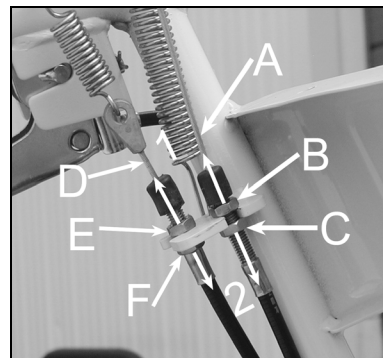

Figure 23
Câble d'avancement (figure 23, repère A).
2. Dévissez le contre écrou du câble de la transmission (figure 23, repère B).
3. Tourner l'écrou de réglage (figure 23, repère C) pour ajuster la tension du câble.
Si la courroie patine sous charge quand le la transmission est embrayée, tournez l'écrou de réglage dans la direction 1 (figure 23).
Si la transmission ne se débraye pas entièrement, tournez l'écrou de réglage dans la direction 2 (figure 23).
Câble de frein (figure 23, repère D)
2. Dévissez le contre écrou du système de réglage de tension du câble de frein (figure 23, repère E).
3. Tourner l'écrou de réglage (figure 23, repère F) pour ajuster la tension du câble.
Si le frein manque d'efficacité, dévissez l'écrou de réglage de tension du câble dans la direction 2 (figure 23).
Si le frein ne se désenclenche pas complètement, vissez l'écrou de réglage de tension du câble dans la direction 1 (figure 23).